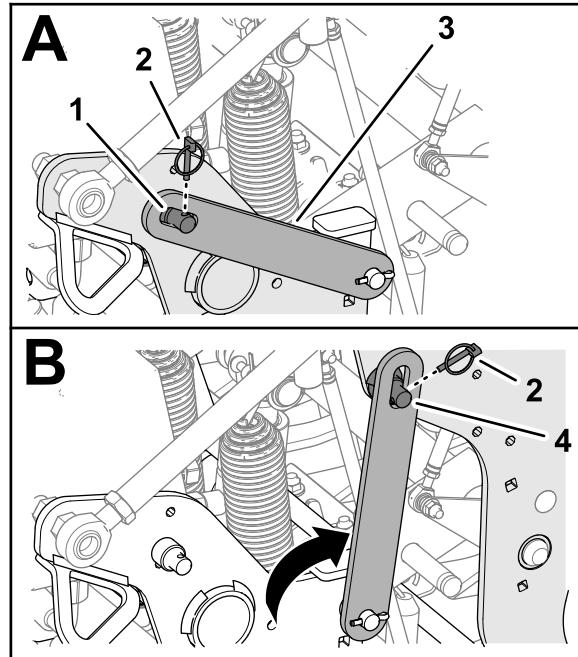

Figura 102
- Rimuovete la coppia ad anello che fissa il fermo di servizio alla piastra laterale (Figura 102).